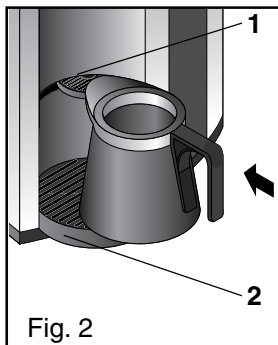

Fig. 2
1. Een kan met voldoende inhoud zo op het kannen plateau (2) zetten, dat het koppen plateau (1) door de kan wordt weggedrukt (fig. 2).